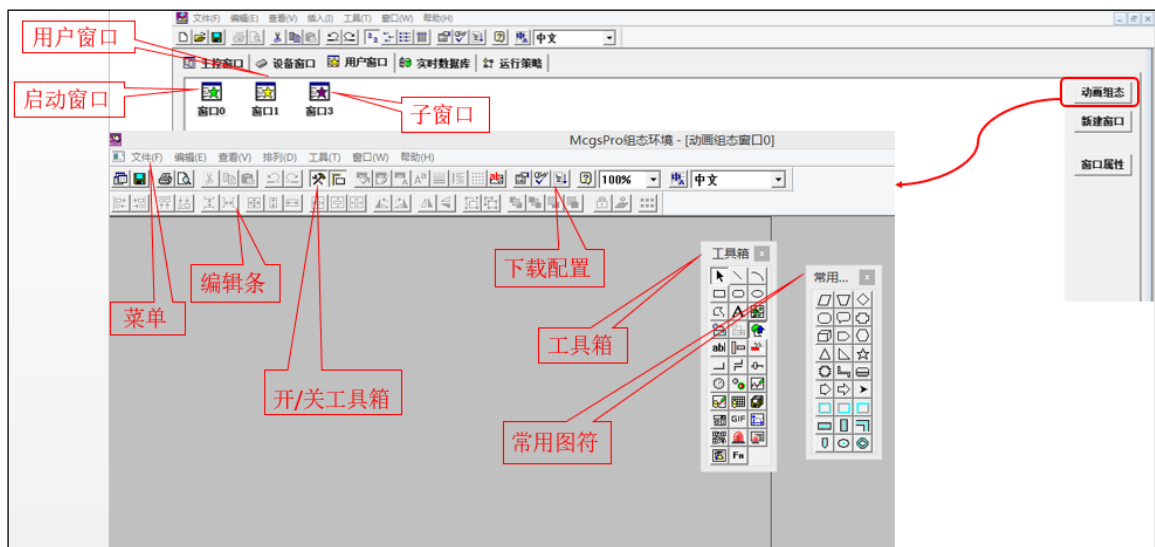

图 1.4-14 动画组态窗口界面
- 用户窗口主界面的右侧有三个按钮：每点击一次【新建窗口】按钮可以新建一个窗口，【窗口属性】用于打开已选中窗口的属性设置，可以将窗口设置为启动窗口、用户窗口和子窗口，其中启动窗口标注为绿色五角星，用户窗口为黄色五角星，子窗口为紫色五角星。双击窗口图标或者选中窗口之后点击“动画组态”按键可以进入该窗口的编界面。如图 1.4-14 所示。